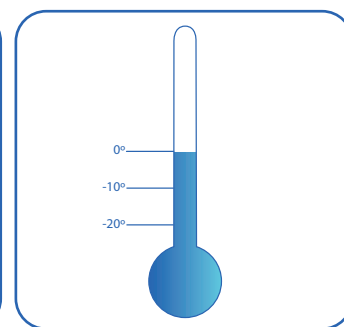

Fig. 16.
- Procure que el equipo no esté expuesto a temperaturas demasiado bajas. Para evitar la formación de hielo en el interior de la bomba hágala funcionar en seco, sin agua en el depósito, durante unos 20 segundos para vaciar los tubos o bien use anticongelante. (Fig. 16)